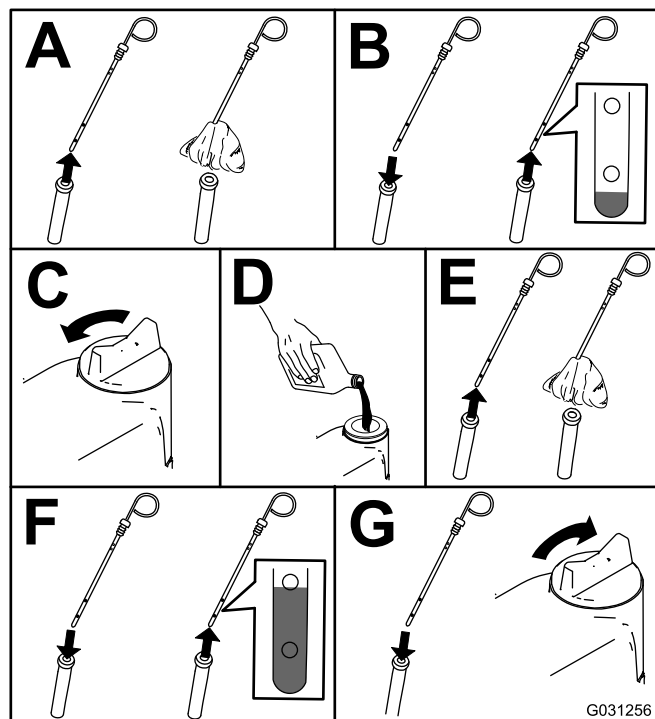

Figura 78
2. Compruebe el nivel de aceite del motor (Figura 78).